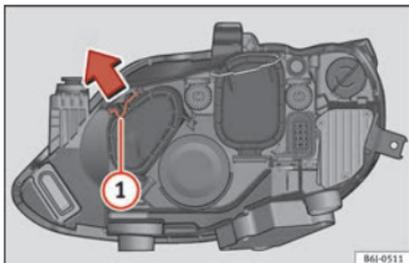

Fig. 97 Faro doppio.
- Far scorrere il tirante **1** nel senso della freccia e sfilare la chiusura **» fig. 97**.